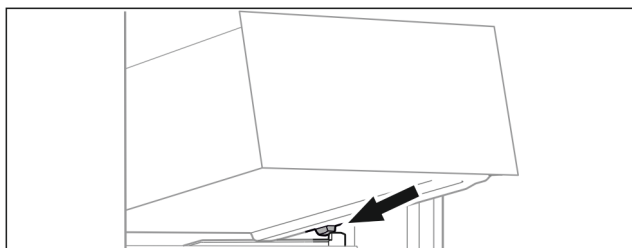

Fig. 70
- ▶ Nasadte zásuvku šikmo za zářezky na žebrování na nádobu. (viz Fig. 70)